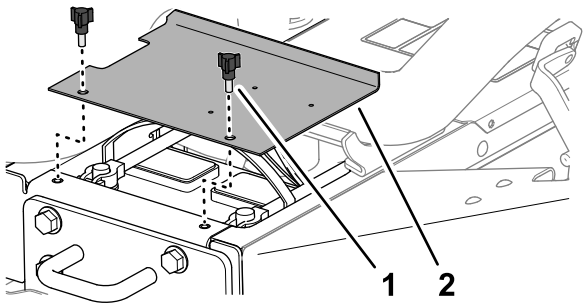

Figura 52
1. Rilasciate i fermi sul lato sinistro e sul lato destro del cofano (Figura 52).